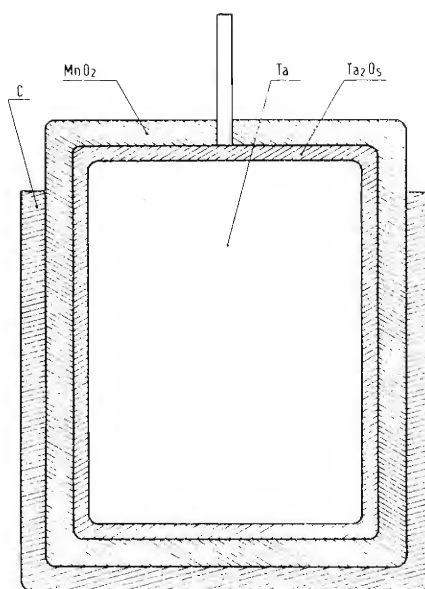

Fig. 8 - Grafitizzazione
Gli oscillogrammi relativi ai circuiti di convergenza orizzontale sono rappresentati in fig. 8: a) tensione parabolica prelevata dal circuito di deviazione; b)
Il processo completo richiede diverse impregnazioni e conversioni. Dopo il completamento dell'operazione di manganzizzazione, gli anodi, rivestiti ora di MnO2, vengono parzialmente immersi in una sospensione di argente colloidale (C), fig. 8, con lo scopo di ottenere solo esternamente, una sottile pellicola di carbone che serve a realizzare un buon contatto elettrico tra lo strato di biossido di manganese e quello successivo di argento, che funzionerà, come vedremo più avanti, da supporto stagnabile, immersione degli anodi porosi in una soluzione di nitrato di manganese Mn(NO3)2 in condizioni fisiche di concentrazione e temperatura ben definite.